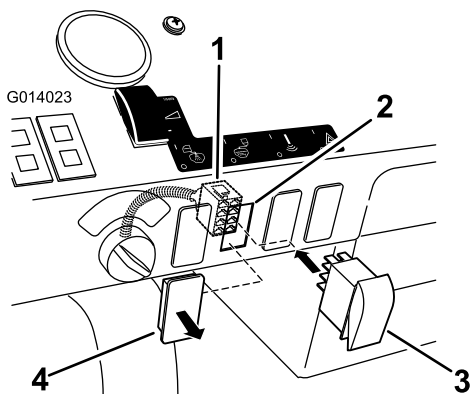

Figure 28
1. Localisez le cache qui occupe l'emplacement de l'interrupteur du mélangeur sur le tableau de bord (Figure 28).
- Déposez le cache de la machine (Figure 28).
- Connectez l'interrupteur au boîtier de connexion dans le tableau de bord, la diode lumineuse de l'interrupteur étant en haut (Figure 28).